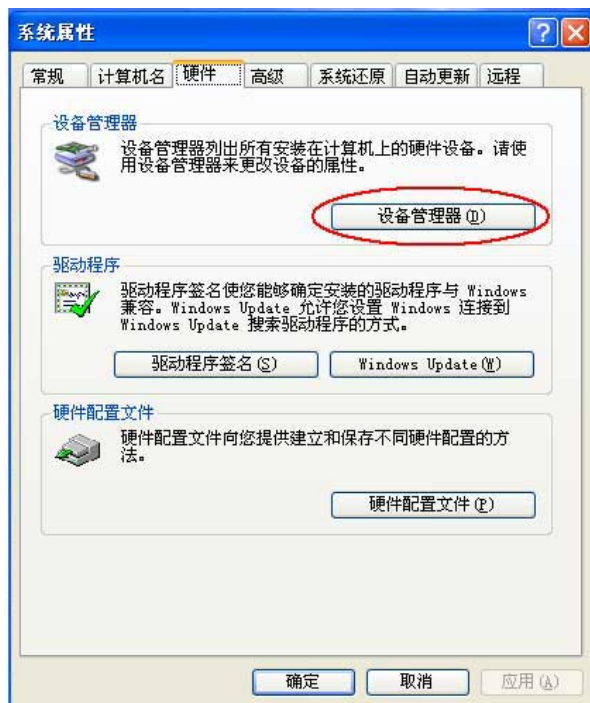

图 6 电脑属性图
- 指定计算机桌面上“我的电脑”（或开始启动栏）产, 并单击鼠标的右键, 点击最下端的属性, 弹出“我的电脑”的属性栏窗口 (如图 6)。